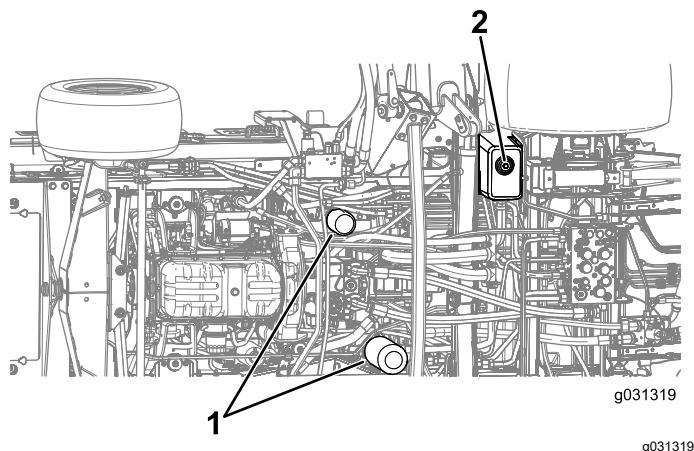

Bild 134
4. Nehmen Sie die Ablassschraube an der Unterseite des Behälters ab und lassen Sie das Hydrauliköl in die Auffangwanne ablaufen (Bild 134).
3. Stellen Sie eine Auffangwanne unter den Filter und entfernen den Filter (Bild 134).